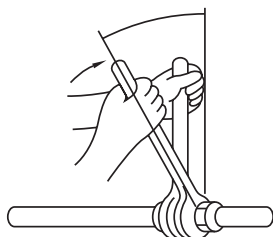

Fig. 5-8
- Kandke toru ühenduskohale õhuke kiht jahutusõli. (Fig. 5-8)